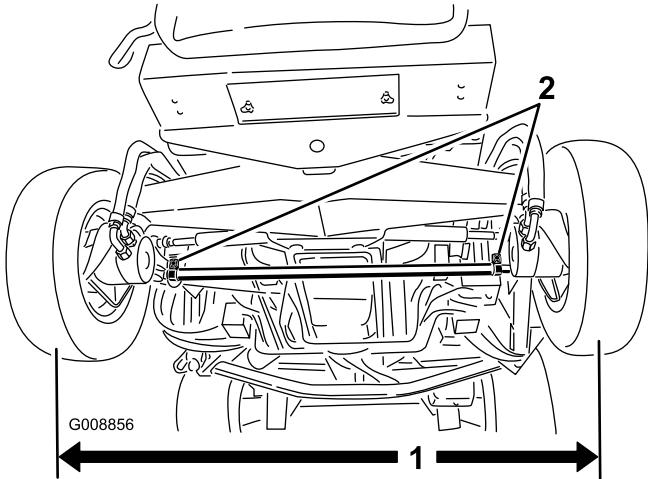

Figure 75
- Pour régler le pincement, desserrez les fixations aux deux extrémités des biellettes (Figure 75).
- Measurez l'entraxe (à hauteur d'essieu) à l'avant et à l'arrière des roues directrices (Figure 75). Le pincement à l'avant doit être inférieur de 0 à 3 mm au pincement à l'arrière.